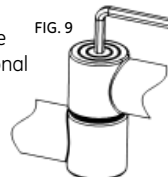

FIG. 9
2. Los ajustes de pivote se pueden hacer con sólo mover la pantalla a la posición deseada. Si alguno de las rótulas de giro están demasiado apretadas o demasiado sueltas, pueden ajustarse mediante la llave hexagonal o Allen S4 que se suministra en accesorios de montaje (ver fig. 9).